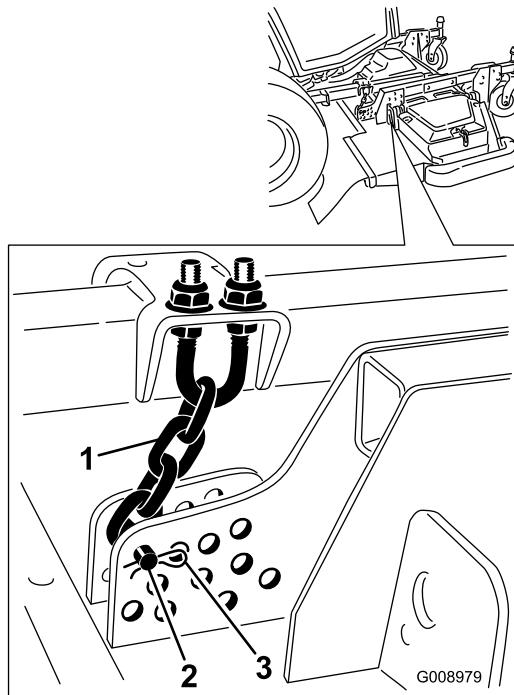

Figura 2
- Retire el pasador de horquilla y el pasador que fijan las cadenas de ajuste de la altura de corte a la parte trasera de la unidad de corte (Figura 2).
- Instale los pasadores y las chavetas que sujetan las cadenas de altura de corte a la parte trasera de la unidad de corte (Figura 2).